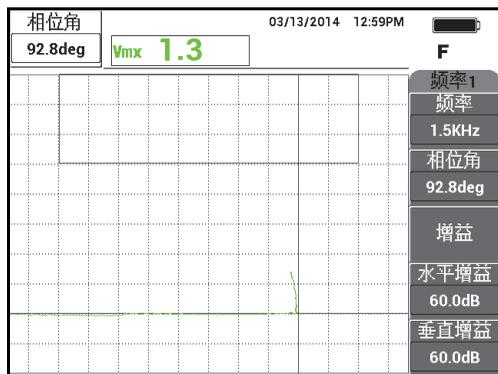

图 5-94 将提离角度调节为水平方向
- 按相位角键（），然后调节提离角度，以使提离信号处于水平状态（参见第 180 页的图 5-94）。